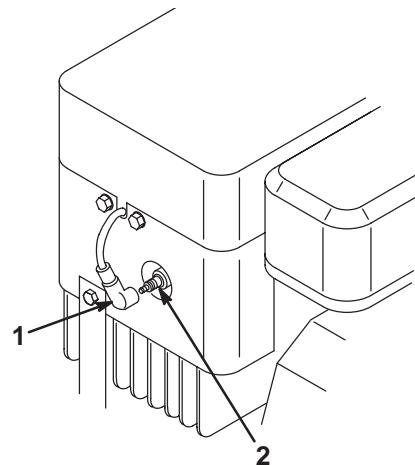

Bild 23
- Fassen Sie über dem linken Hinterrad unter das Traktorgehäuse und ziehen Sie das Kabel von der Zündkerze ab (Bild 23). Reinigen Sie den Bereich um die Zündkerze, um zu verhindern, dass Schmutz in den Motor fallen und Schäden verursachen kann.
3. Stecken Sie den Zündkerzenstecker wieder auf die Zündkerze auf (Bild 23).